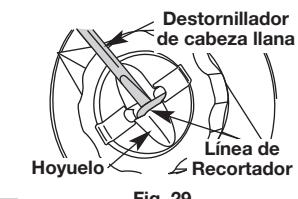

Fig. 29
2. Usando un destornillador de cabeza llana, inserte la extremidad en la línea hoyuelo y apenas bajo porción expuesta de la línea (Fig. 29).